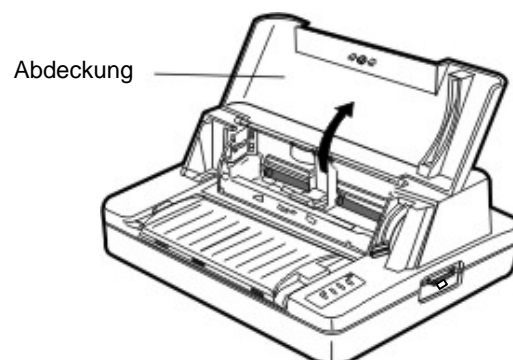

Abbildung 2-5 Öffnen der Druckerabdeckung
- 2 Öffnen Sie die Druckerabdeckung, indem Sie diese wie in Abbildung 2-5 gezeigt anheben.